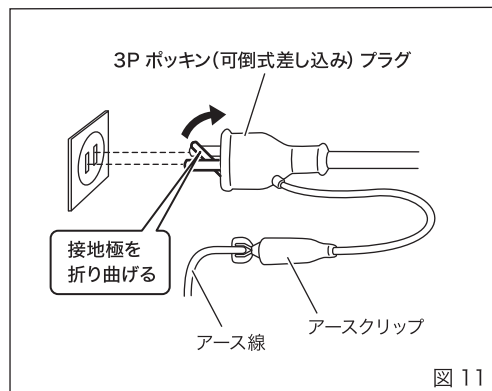

図 11
6. 使用する電源について (図11)
- ・アースは、接地極のある電源コンセントに 3P ボックスプラグ (接地極付プラグ) を差し込んで行ってください。接地極のない電源コンセントに接続するときは、接地極を折り曲げて電源コンセントに差し込み、アースクリップを使用してください。(図 11)